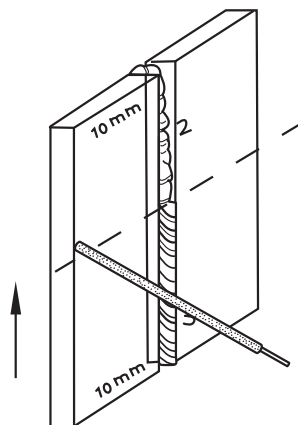

Figura 7
**7° paso - Deposite el cordón en la .cara posterior repitiendo el 6° paso (figura 7).**